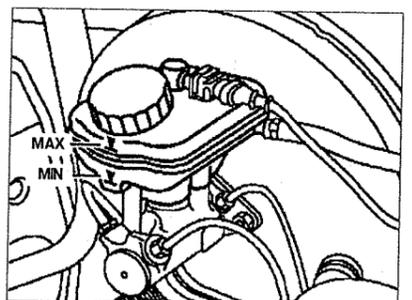

Рис. 1.37. Проверка уровня тормозной жидкости.
1. Проверьте уровень тормозной жидкости в бачке. Он должен быть между отметками "MIN" и "MAX" (чуть выше отметки "MIN") (см. рис.1.37). Если уровень постоянно понижается ниже отметки "MIN", проверьте отсутствие подтеканий в тормозной системе и, при обнаружении, устраните их. Проверьте натяжку и состояние всех трубок и шлангов. Проверьте состояние бачка, пневматических и гидравлических узлов.